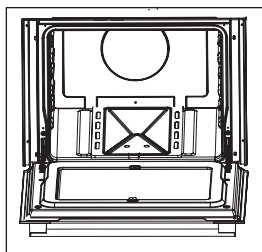

Fig. 17
- Abra totalmente la puerta del horno ver fig 17.